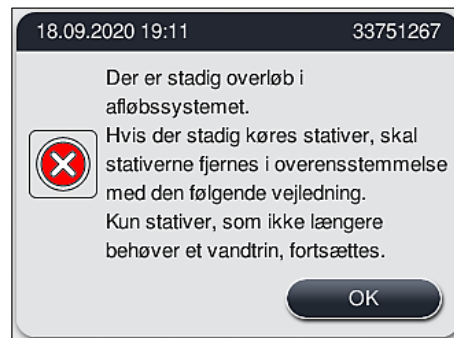

Fig. 125
3. Hvis blokeringen ikke kan fjernes på trods af rengøringsforsøgene, deaktiveres vandstationerne som følge af det konstant kritiske vandniveau. Vandstationerne vises som defekte på displayet. For at afslutte et eller flere programmer skal du trykke på enten (→ "Fig. 123-2") eller (→ "Fig. 124-2") for at starte den kontrollerede afbrydelse. Programmer, som ikke kræver et vandtrin, fortsættes frem til slutningen af farvningsprocessen. Tilbageværende stativer, som stadig kræver mindst ét vandtrin, skal annulleres og fjernes fra instrumentet. Bekræft følgende meddelelse (→ "Fig. 125") ved at trykke på Ok.